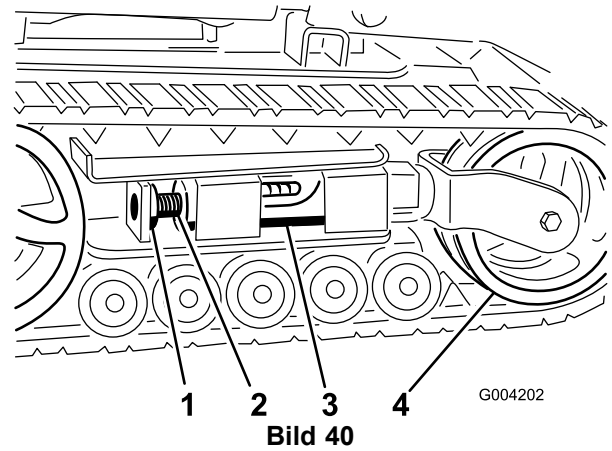
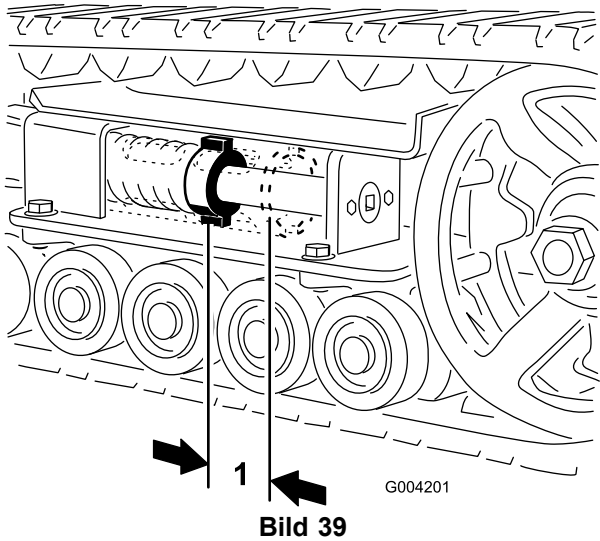
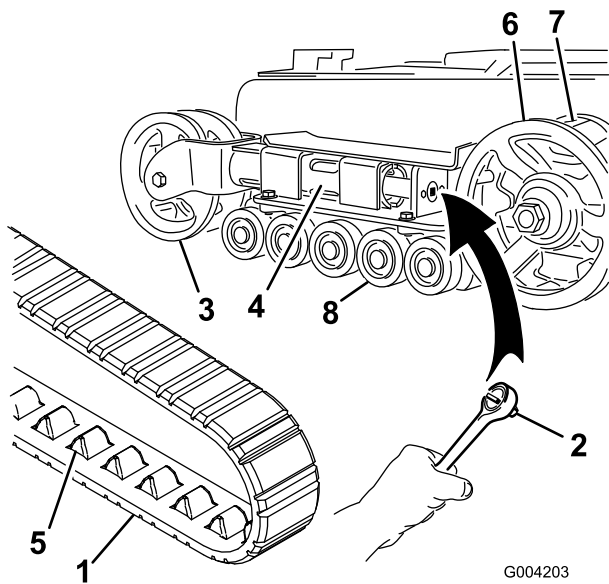
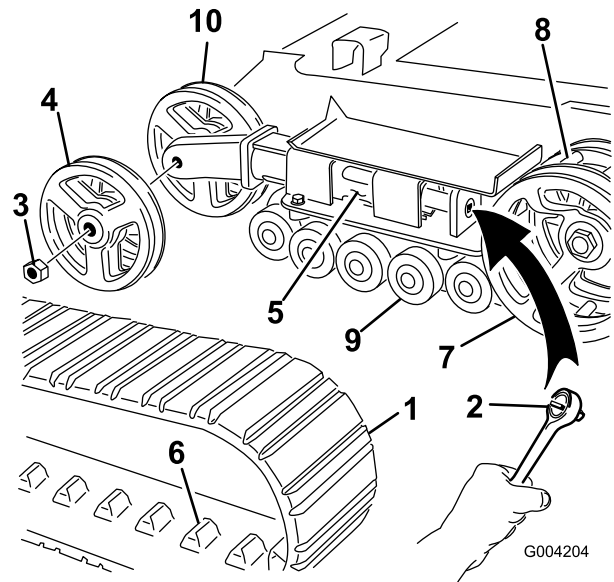

Bild 40
Bild 39
Bild 41
Bild 42
Zwischen der Spannungsmutter und der Rückseite des Spannungsrohrs sollte ein Abstand von 7 cm sein (Bild 39). Stellen Sie ansonsten die Kettenspannung wie folgt ein:
3. Entfernen Sie die Befestigungsschraube und Mutter (Bild 40).
4. Drehen Sie die Spanschraube mit einem Sechskantschlüssel (1/2 Zoll) (Bild 41) nach links, bis der Abstand zwischen der Spannmutter und der Rückseite des Spannungsrohrs 7 cm beträgt (Bild 39).
5. Richten Sie die am nächsten liegende Kerbe in der Spanschraube mit dem Loch der Befestigungsschraube aus und befestigen Sie die Schraube mit der Befestigungsschraube und Mutter (Bild 40).
4. Lösen Sie die Antriebsspannung mit einem Sechskantschlüssel (1/2 Zoll), indem Sie die Spanschraube nach rechts drehen (Bild 40 und Bild 41).
5. Drücken Sie das Spannräder zur Rückseite der Maschine, um den Druckschlauch gegen den Rahmen zu bewegen (Bild 41). (Wenn es den Rahmen nicht berührt, drehen Sie die Spannschraube so lange, bis es funktioniert.)
7. Wenn Sie die Kette vom Spannräder entfernt haben, entfernen Sie sie auch vom Antriebsrad und den Straßenrädern (Bild 41).
8. Legen Sie die neue Kette, beginnend beim Antriebsrad, um das Rad und stellen Sie sicher, dass die Stollen an der Kette zwischen die Zahnräder am Rad passen (Bild 41).
9. Drücken Sie die Kette unter und zwischen die Straßenrädern (Bild 41).
11. Drehen Sie die Spannschraube nach rechts, bis der Abstand zwischen der Spannmutter und der Rückseite des Abzweigschlauchs 7 cm beträgt (Bild 39).
4. Lösen Sie die Antriebsspannung mit einem Sechskantschlüssel (1/2 Zoll), indem Sie die Spannschraube nach rechts drehen (Bild 40 und Bild 42).
5. Drücken Sie das Spannräder zur Rückseite der Maschine, um den Druckschlauch gegen den Rahmen zu bewegen (Bild 42). (Wenn es den Rahmen nicht berührt, drehen Sie die Spannschraube so lange, bis es funktioniert.)
6. Nehmen Sie die Mutter ab, mit der das äußere Spannrad befestigt ist. Nehmen Sie das Rad ab (Bild 42).
7. Nehmen Sie die Kette ab (Bild 42).
8. Nehmen Sie die Mutter ab, mit der das innere Spannrad befestigt ist. Nehmen Sie das Rad ab (Bild 42).
12. Setzen Sie das innere Spannrad ein und befestigen Sie es mit der vorher abgenommenen Mutter (Bild 42).
14. Montieren Sie die neue Kette. Achten Sie darauf, dass die Stollen in der Kette zwischen die Zahnräder in der Mitte des Antriebsrads passen (Bild 42).
15. Setzen Sie das äußere Spannrad ein und befestigen Sie es mit der vorher abgenommenen Mutter (Bild 42).
17. Drehen Sie die Spannschraube nach rechts, bis der Abstand zwischen der Spannmutter und der Rückseite des Abzweigschlauchs 7 cm beträgt (Bild 39).